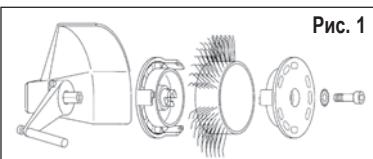
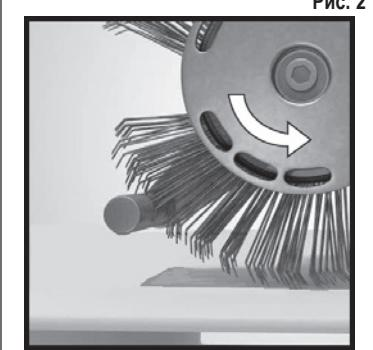

Рис. 1
Рис. 2
1. Отключите подачу электроэнергии, затем должным образом закрепите ленту **MBX® Bristle Blaster®** 23 мм в инструменте при помощи соответствующей системы фиксации (проверьте направление вращения) и предусмотренных для этой цели стопорной шайбы и винта. См. Рис. 1 и Рис. 2
Вы используете ленту MBX® в неправильном направлении? – Выровняйте щеточную ленту так, чтобы она вращалась в предписанном направлении (см. главу 5 Ввод в эксплуатацию, рис. 2).